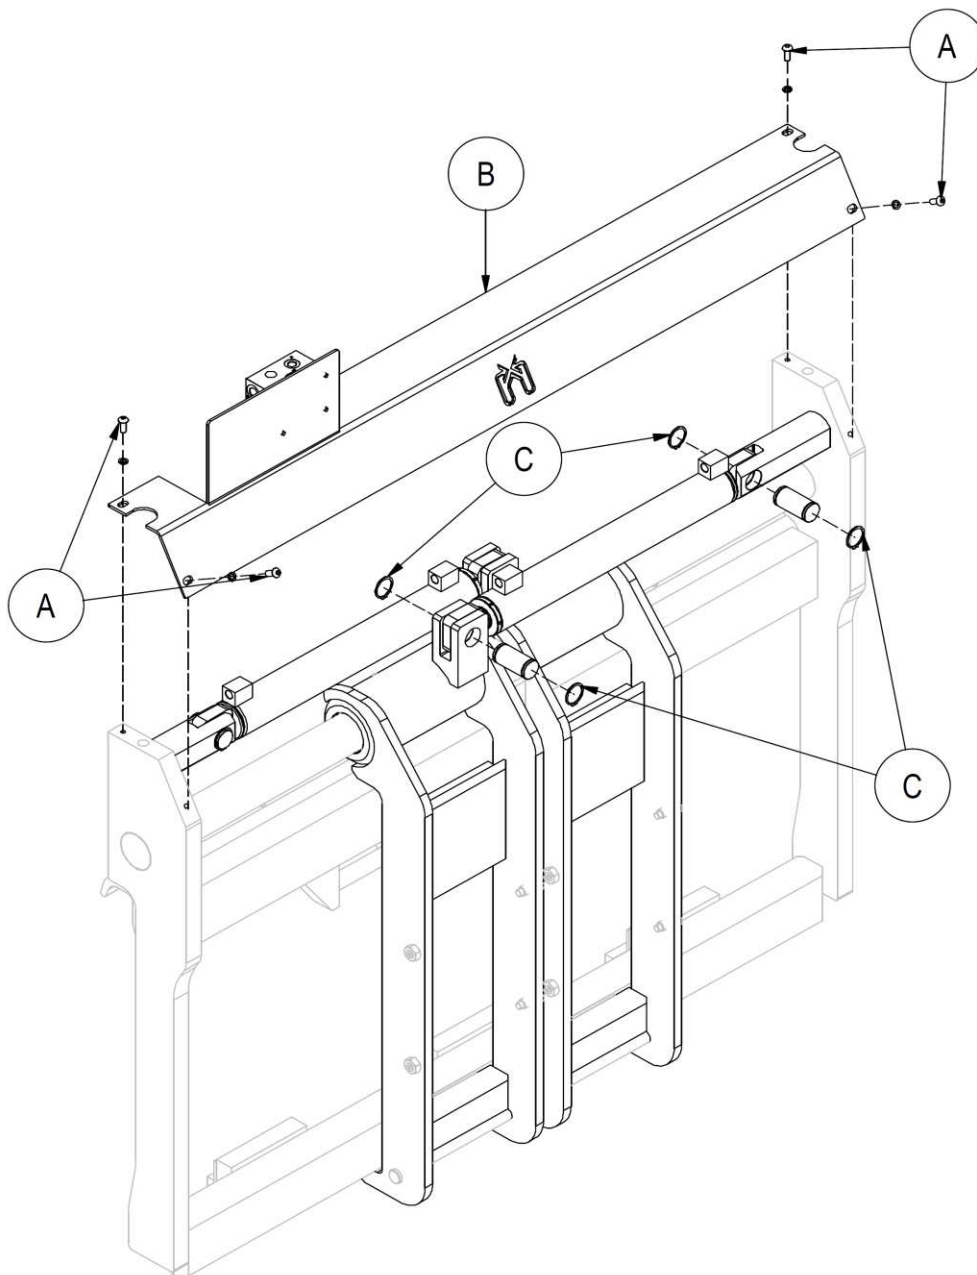

Figura 30
5. Prendere come riferimento la *Figura 30*.